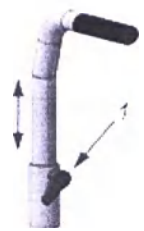

Рис. 1.3
6.3 Кресло снабжено ручками, регулируемые по высоте. Для регулировки ослабьте фиксатор (поз.1, рис.1.3) установите ручку на необходимую высоту, закрутите фиксатор.